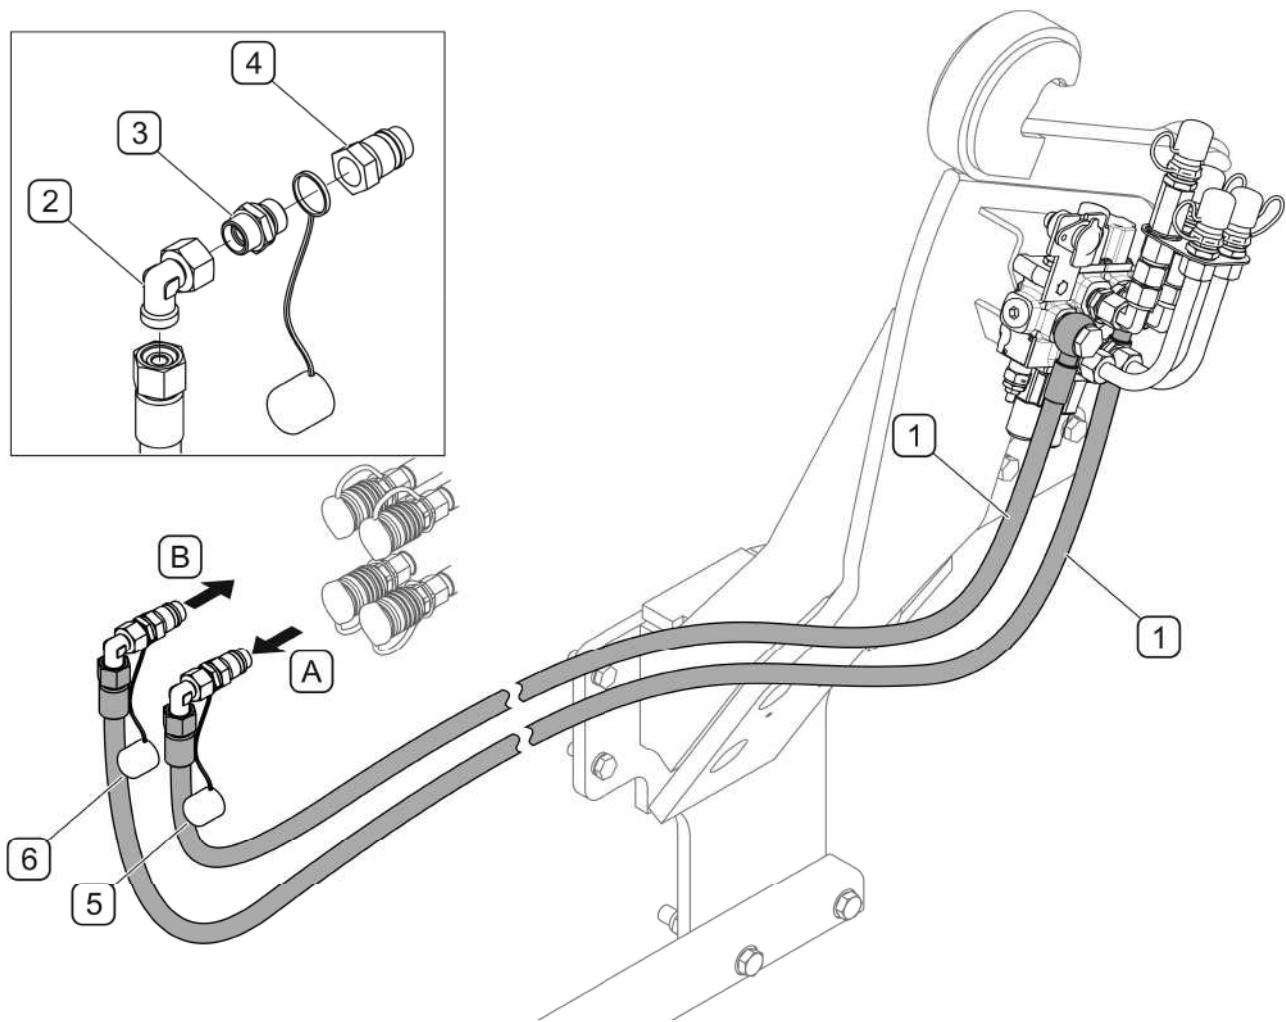

РИСУНОК 4.10 А Присоединение распределителя к гидравлической системе тракторов KIOTI DK451C и KIOTI DK551C
(1)- гидропровода 161N-01020100; (2)- регулируемое колено EW15LOMDCF;
(3)- корпус соединительной муфты GE15LREDOMDCF; (4)- быстроразъемный штекер NV 12 GAS M; (5)- колпачок черный TF 12N; (6)- колпачок красный TF 12R
В тракторах KIOTI DK451C и DK551C распределитель управления погрузчиком нужно присоединить (РИСУНОК 4.10 А) при помощи гибких проводов (1) к задней паре быстроразъемных гидросоединений трактора, питающихся от гидравлической секции с так наз. "гидрозамком" в положении "включено". Гидравлическая система стрелы соединяется с распределителем при помощи быстроразъемных соединений с колпачками соответствующего цвета .